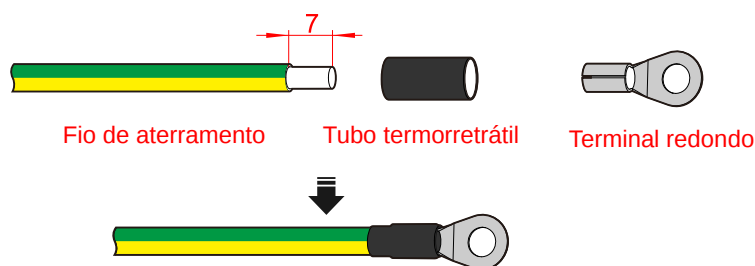

Figura 3-13 Prende o fio de aterramento(unidade: mm)
- Etapa 1 Remova a camada de isolamento do fio de aterramento com o desencapador de fios e crimpe-o no terminal redondo fornecido como exibido na Figura 3-13.